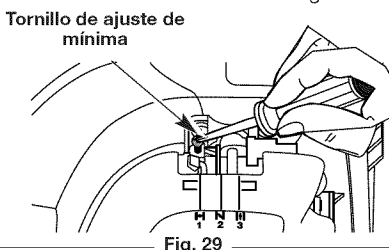

Fig. 29
La velocidad mínima del motor puede ser ajustada. Puede tener acceso al tornillo de ajuste de mínima a través de un orificio en la parte superior de la cubierta del motor (Fig. 29).
- Suelte el gatillo del regulador y deje que el motor funcione en mínima. Si el motor se para, inserte un destornillador Phillips pequeño en el orificio de la cubierta del motor (Fig. 29). Gire el tornillo de mínima hacia adentro, en sentido horario, de a 1/8 de vuelta por vez (según sea necesario) hasta que el motor funcione en mínima suavemente.